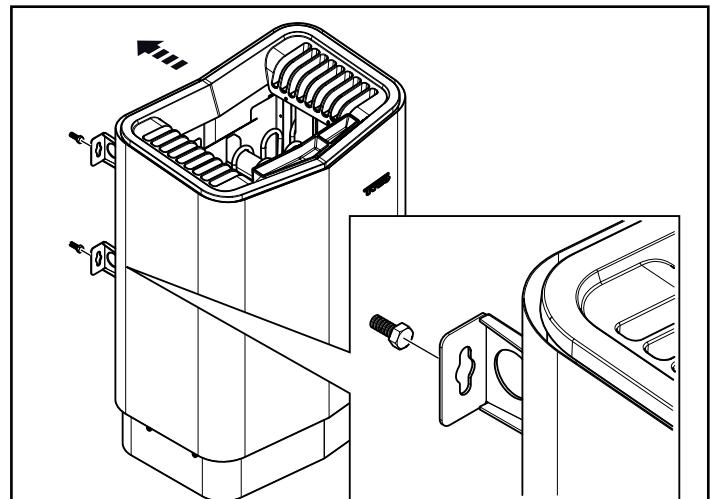

Fig 13: Häng upp aggregatet
11. Häng upp aggregatet på skruvorna se Fig 13.